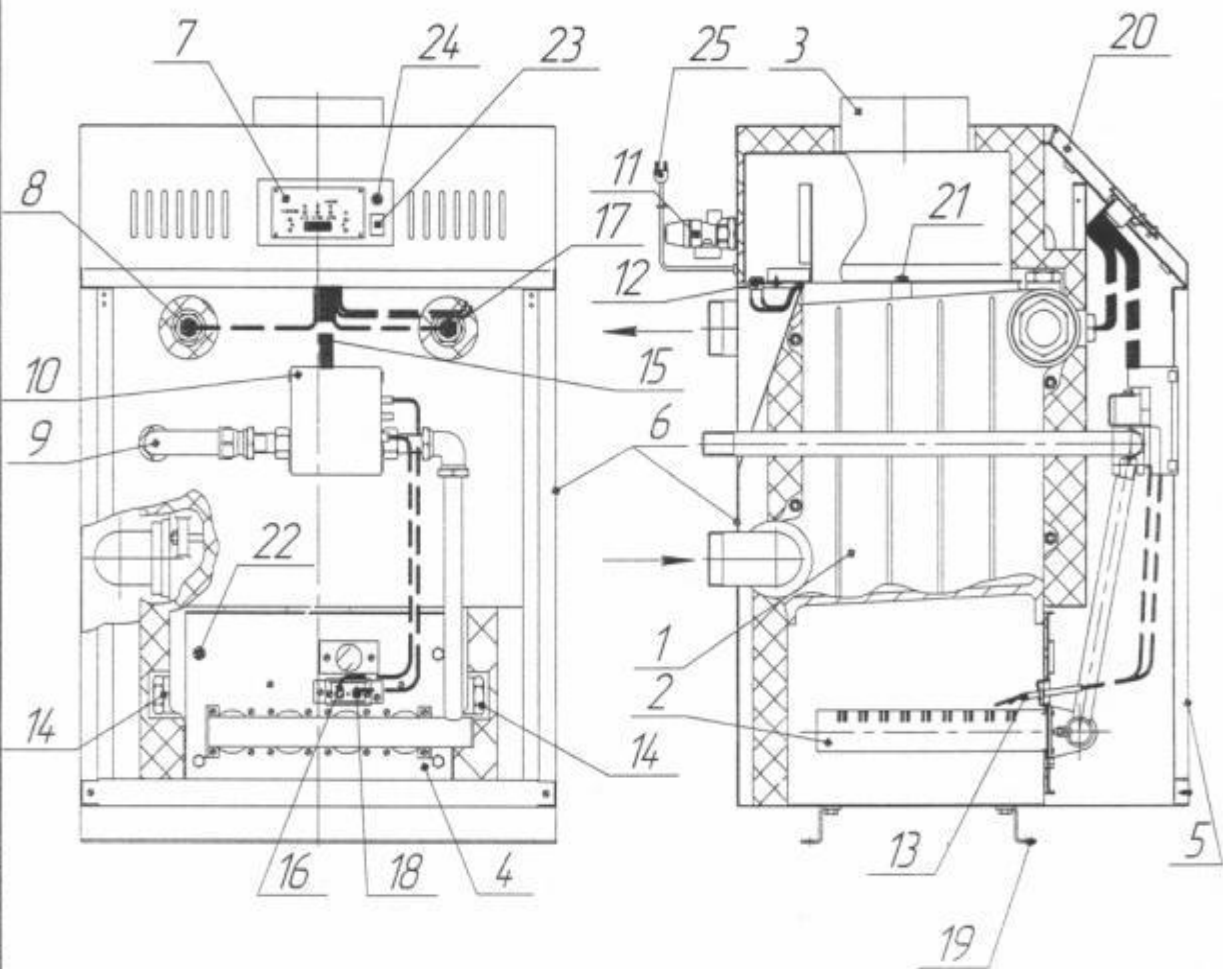

Рис. 2. Конструкция котла.
Конструкция котла представлена на рис. 2.
4.2 Конструкция котла представлена на рис. 2. Котел, рис. 2, состоит из следующих основных узлов и деталей: компактного чугунного секционного теплообменника поз.1, газогорелочного устройства, состоящего из блока основных горелок поз.2 фирмы «WORGAS», электрода розжига поз. 13, датчика ионизации поз. 16 и пьезовоспламенителя поз. 18, установленных на фронтальном листе поз. 4, газоотвода поз. 3, дверки поз. 5, облицовки поз. 6, панели управления поз. 7, на которой размещены органы контроля, управления и защиты котла, трубы газоподводящей поз. 9, датчика температуры воды поз. 8, датчика перегрева поз. 17. В контрольном отверстии дымоотводящего коллектора котла установлен датчик тяги поз. 12.
5.7 Перед началом монтажа необходимо провести расконсервацию котла, проверить правильность его сборки в соответствии с рис. 1 и рис. 2А, и убедиться в надежном и полном закреплении всех деталей и сборочных единиц.
6) Проконтролировать, что органы управления на панели наклонной поз. 20 рис. 2 установлены в следующих положениях:
- переключатель «СЕТЬ» поз. 23 рис. 2 – в положении «О»;
- сегменты и светодиоды панели управления ЧМИ поз. 7 рис. 2 – не горят.
6.3.3 Перевести переключатель «СЕТЬ» на панели наклонной рис. 2 в положение «1» (ВКЛ).